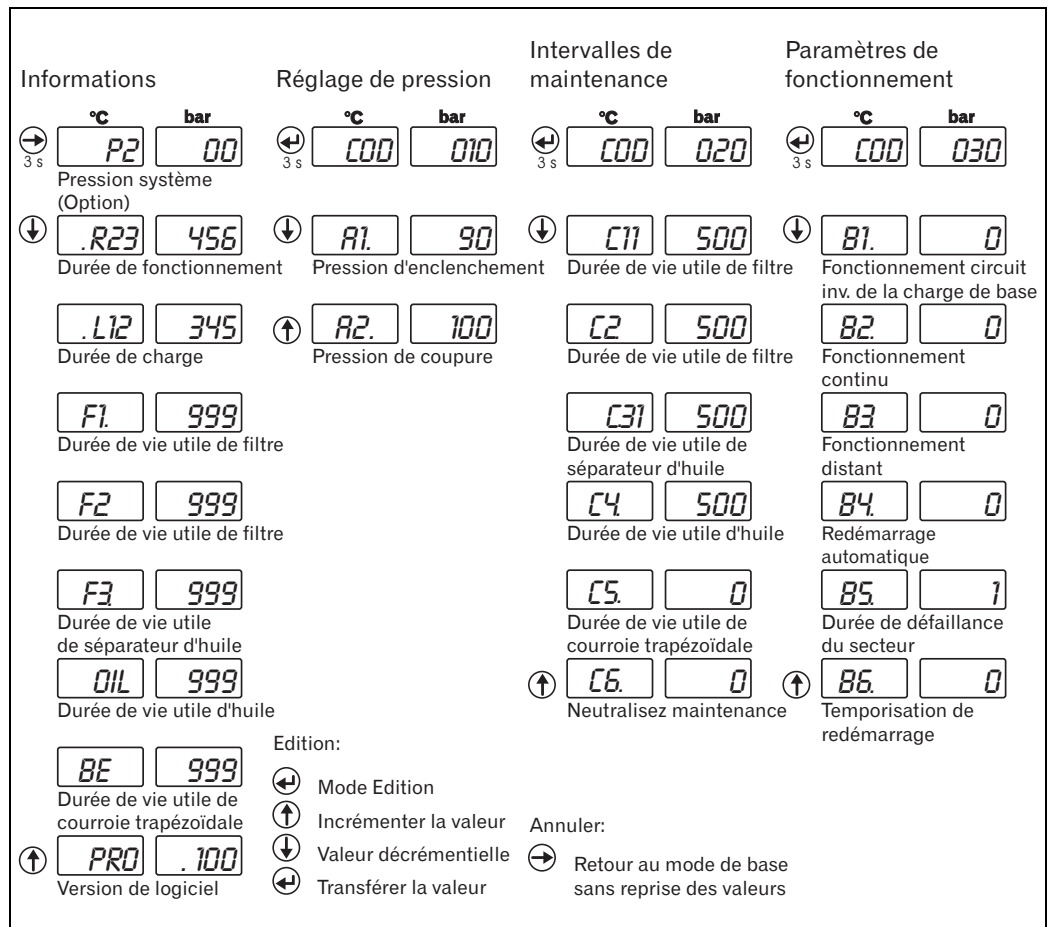

Fig. 1: Structure de menu, menu client
- Niveau d'huile dans l'affichage du niveau d'huile 25 (voir Fig. 1: Vue d'ensemble des composants).
- Tubulure de remplissage d'huile 18 (voir Fig. 1: Vue d'ensemble des composants). desserrer d'env. un tour pour s'assurer que toute la pression a diminué suffisamment.
- Niveau d'huile dans l'affichage du niveau d'huile 17 (voir Fig. 1: Vue d'ensemble des composants).
- Souffler sur les ailettes de refroidissement d'huile 27 et du radiateur secondaire d'air comprimé 26 (voir Fig. 1: Vue d'ensemble des composants) à l'intérieur de la machine, jusqu'à ce que toutes les saletés et les dépôts soient éliminés.
La soupape de sécurité 11 (voir Fig. 1: Vue d'ensemble des composants) est protégée par des plombs qui ne doivent pas être déposés.
- Cartouche de séparateur d'huile 3 (voir Fig. 1: Vue d'ensemble des composants) avec une pince à chaîne (filetage à gauche).